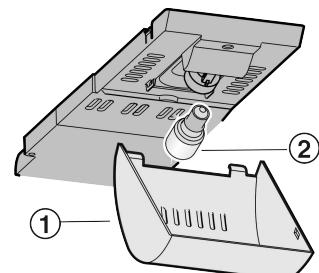

Fig. 12
- Chwycić pokrywę Fig. 12 (1) z przodu i wyczepić z tyłu.
- Wymienić żarówkę Fig. 12 (2).
- Ponownie założyć pokrywę Fig. 12 (1).